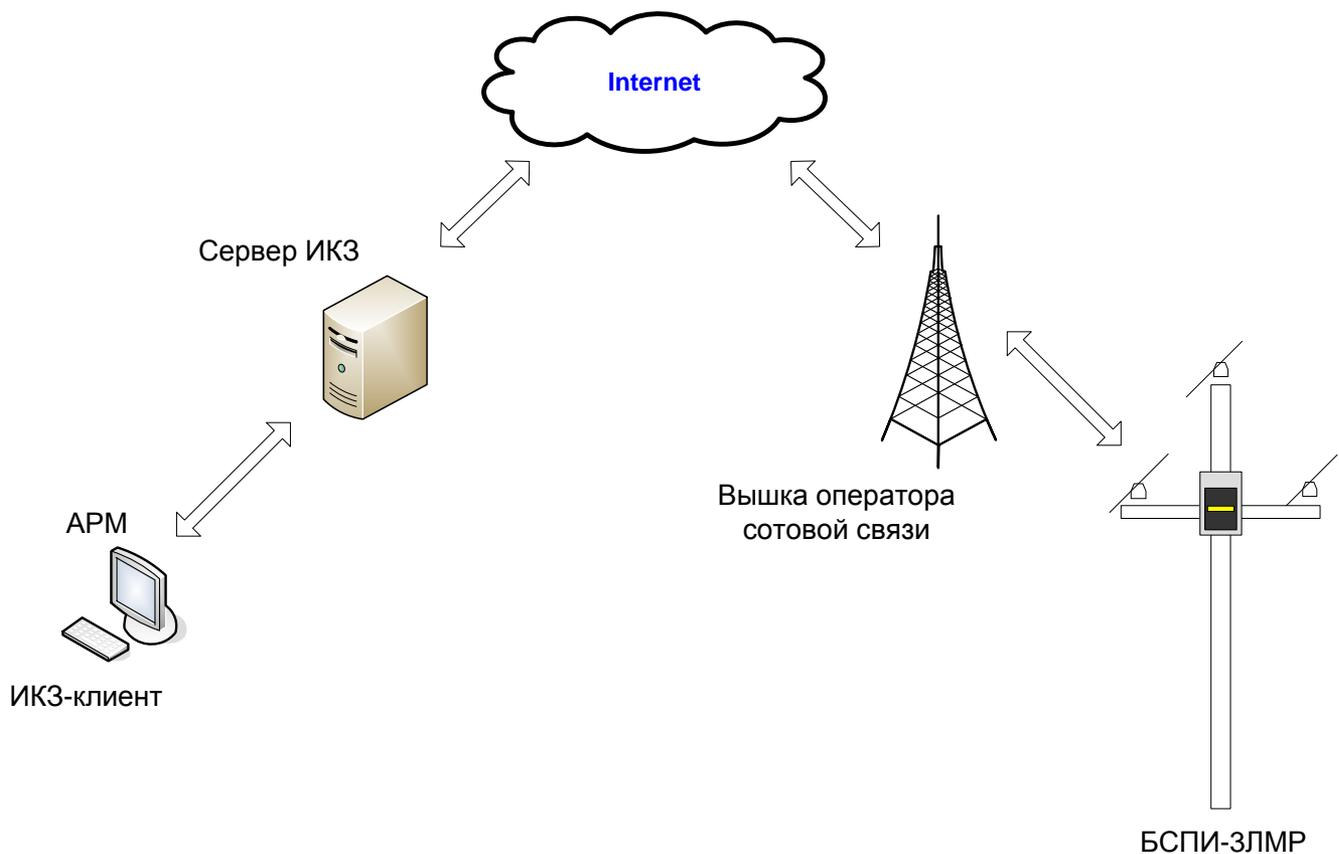

Рисунок 3 – Схема передачи данных
1.5.5 Значения замеренных параметров передаются с помощью канала GSM на сервер сбора и обработки данных (см. Рисунок 3). Диспетчер может получить данные, подключаясь к серверу или через собственную SCADA-систему, или используя программное обеспечение, поставляемое компанией АНТРАКС – «КОМОРСАН Web-клиент». Также данные можно считать при обходе ВЛ с помощью пульта дистанционного управления (см. документ «Переносной пульт управления на базе смартфона для ИКЗ-ВЗхЛ. Руководство пользователя»).